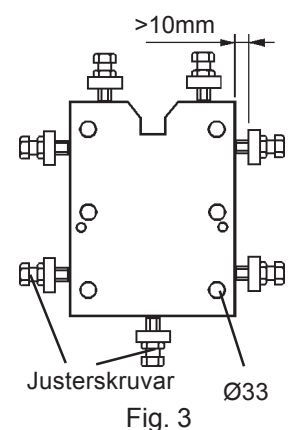

Fig. 3
- justerskruvar (ingår normalt inte i leverans från BRONCO/SIME) fördelade på fundamentet runt bromsokets bottenplatta enl. (fig. 3)
Skjut bromsoket framåt eller bakåt med hjälp av justerskruvarna enl (fig. 3) på fundamentet tills bromsskivan sticker något förbi bromsbeläggen (fig. 4).
Justera bromsokets läge till mått 25±0.2 (fig. 5) med hjälp av justerskruvar i fundamentet (fig. 3).
Flytta oket med hjälp av justerskruvarna enl. (fig. 3) för att uppnå detta.